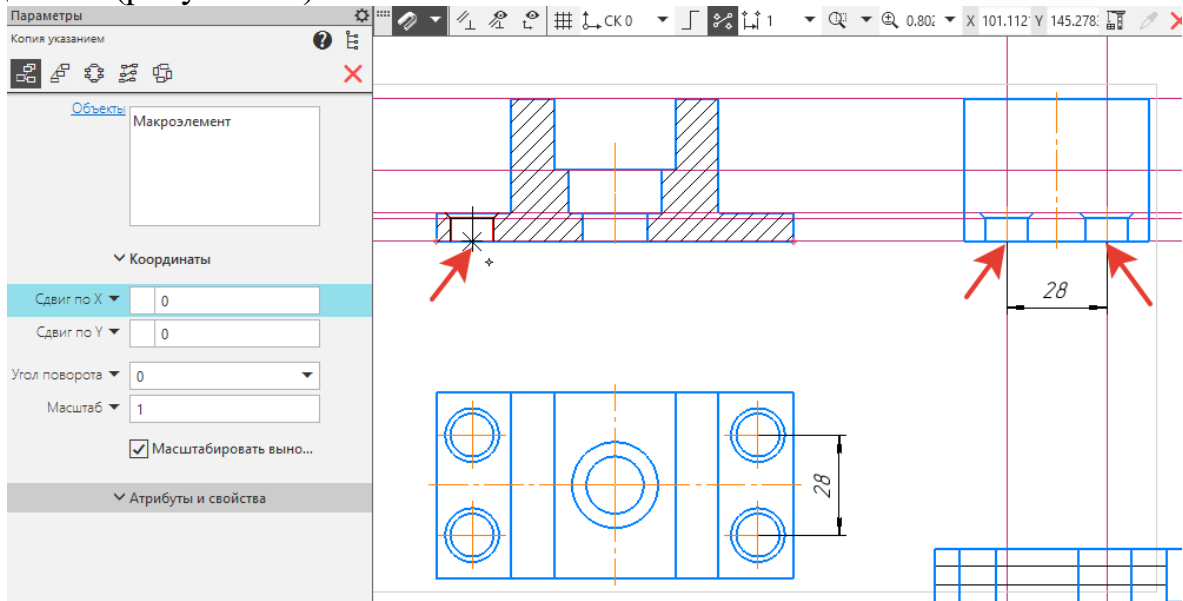

Рисунок 54.
17. На инструментальной панели **Правка** выбрать  **Копия указанием**. На виде слева **Вспомогательной параллельной прямой** и **Расстоянием—14**, построить две прямые. Рамкой выделить отверстие с зенковкой и перенести на вид слева (рисунок 54).